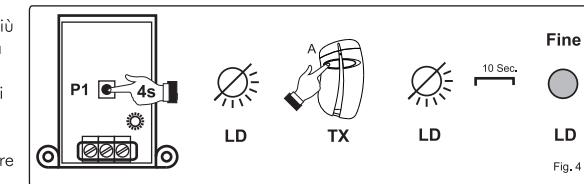

Fig. 4
- 1) Нажмите и держите нажатой кнопку LED P1 в течении 4 секунд до тех пор пока световой указатель лед не перестанет мигать (Рис. 4) и не загорится в соответствии с текущим рабочим режимом.
- Premere e mantenere premuto il pulsante P1 per 4 o più sec. fino a che il led LD si accende fisso o lampeggiante a seconda del modo di funzionamento corrente ( Fig. 4);